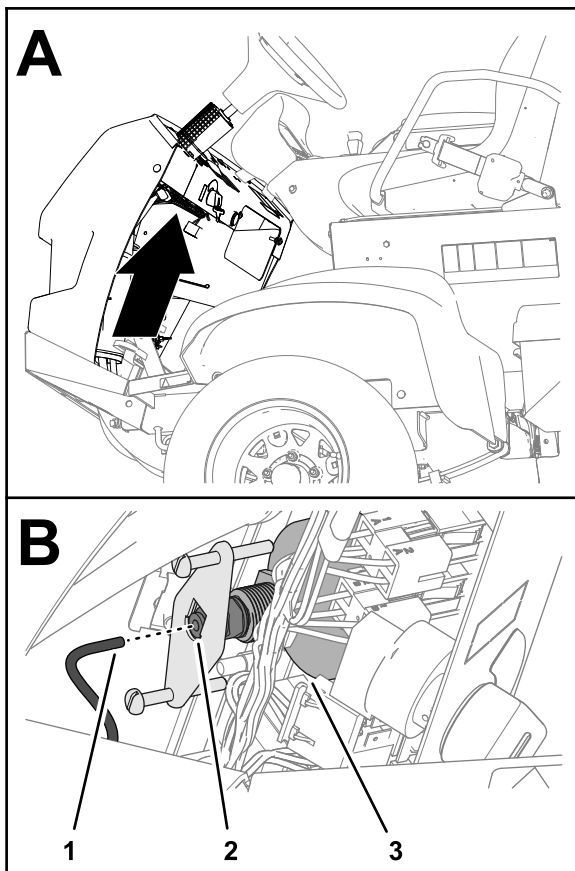

Figure 132
5. Détachez le tube au dos du manomètre et placez l'extrémité dans un bac (Figure 132).